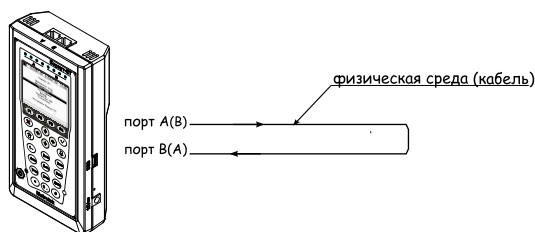
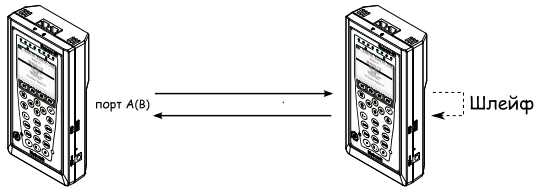

Рис. 7.60. Тестирование на физическом уровне (вариант 1)
Рис. 7.61. Тестирование на физическом уровне (вариант 2)
- На **физическом уровне** данные отправляются частями с определённым межкадровым интервалом (IFG — Interframe Gap). В этом случае тестирование проводится с порта А (В) на порт В (А) (см. рис. 7.60) или используется функция «Шлейф» (см. рис. 7.61).